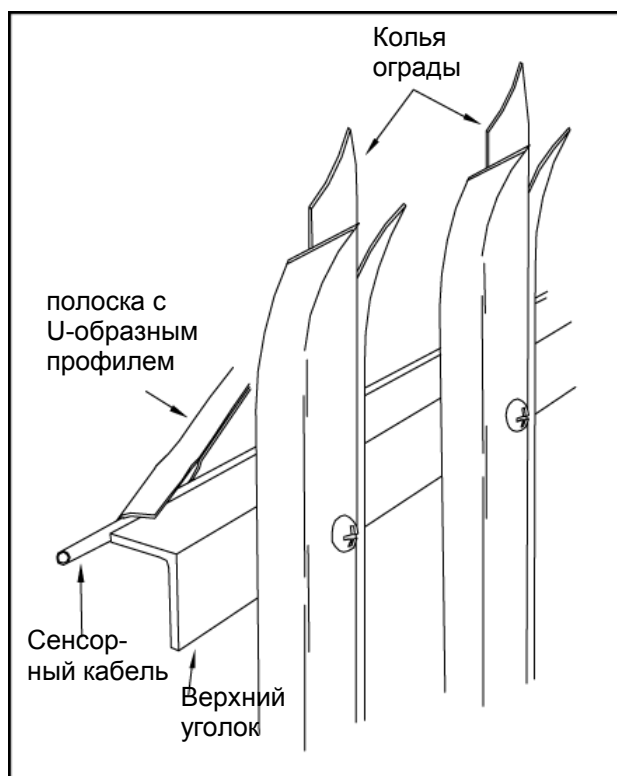

Рис. 19. Крепление сенсорного кабеля на верхней направляющей палисадной ограды с помощью пластиковой полоски U-образного профиля.
Правильный способ установки сенсорного Альфа Кабеля на палисадной ограде заключается в помещении сенсорного кабеля вдоль внешней кромки *верхнего* уголка с помощью специально разработанной пластиковой полоски с U-образным профилем в поперечном сечении. Эта полоска фиксирует сенсорный кабель вдоль всей длины уголка у его внешней кромки. См. Рис.19.
1. Начиная от того края зоны, с которого начато разворачивание сенсорного кабеля, расположите кабель вдоль верхнего уголка ограды и вставьте в один край пластиковой полоски типа GQPS кабель так, чтобы створки полоски раскрылись. См. Рис. 19.